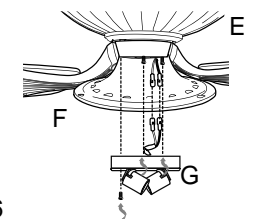

Fig. 6
6. Parcialmente afloje los dos tornillos en la parte inferior del conector para la pantalla (F) y quite el otro tornillo. Conecte el cable **BLANCO** del conector para el juego de luz (G) al cable **BLANCO** del bastidor del motor (E). Conecte el cable **NEGRO** del conector para el juego de luz (G) al cable **NEGRO** del bastidor del motor (E). Asegúrese de que las conexiones tipo "molex" se cierren bien con un clic.
Cuidadosamente aregle los cables dentro del conector para el juego de luz (G). Alinee los agujeros con ranura en el conector para el juego de luz (G) con los tornillos aflojados en el conector para la pantalla (F). Gire el conector para el juego de luz (G) para cerrarlo. Vuelva a introducir el tornillo que se quitó y apriete bien todos los tornillos. [Fig. 6]